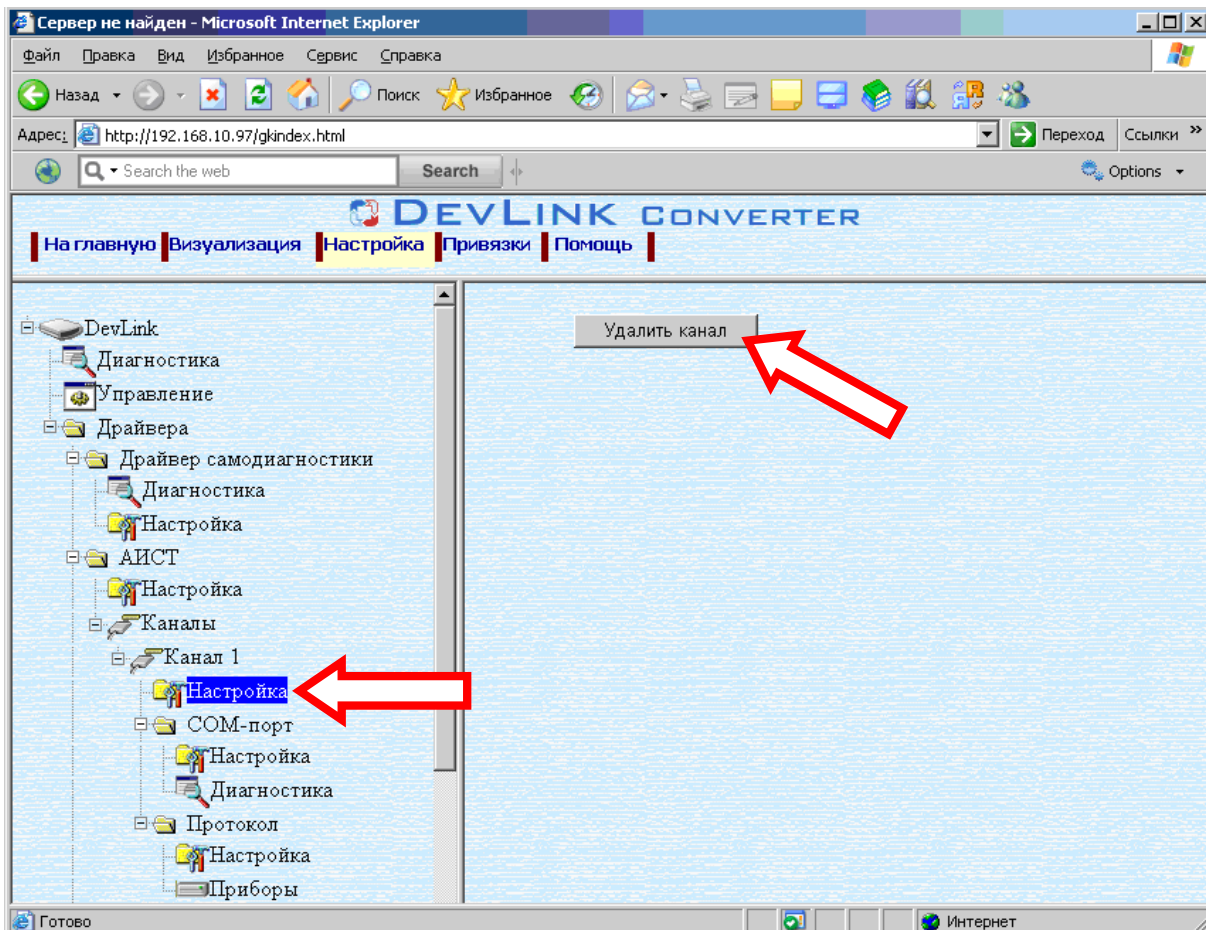

Рисунок 3.3 – Удаление канала
- Нажмите на кнопку *«Добавить канал»*. В результате будет произведено добавление канала. Дерево объектов будет обновлено (рисунок 3.3). Папка *«Каналы»* драйвера должна содержать поддерево, относящееся к новому каналу
- Выберите в дереве объектов *папку «Настройка»* нужного канала драйвера (рисунок 3.3).